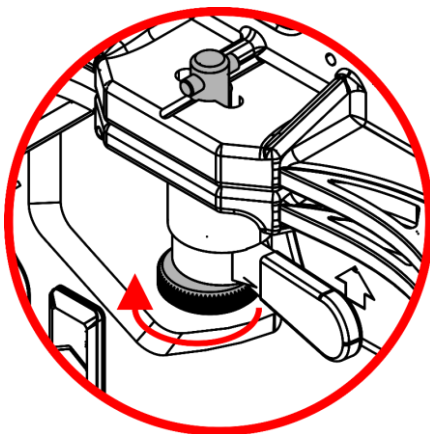

Fig. 26
- 03) Asegúrese de que los pernos están apretados firmemente en la **abertura del cierre rápido (07)** como se muestra en la Fig. 26.